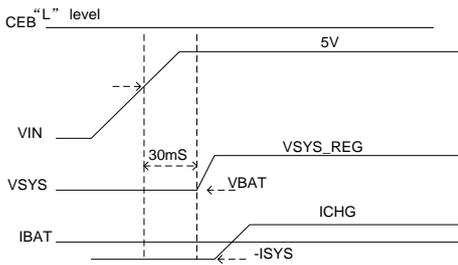
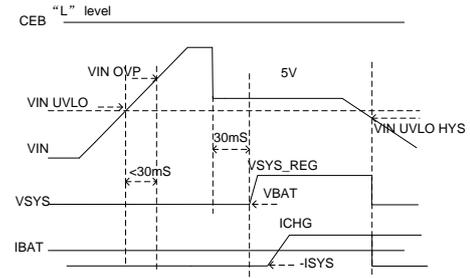

图5 VIN 启动波形
图6 VIN 过压 OVP 和欠压 UVP 保护
IP2302 可承受高达 9V 的输入浪涌电压，IP2302 集成了输入过压 (OV) 和欠压 (UV) 保护功能，为了确保系统的正常功能和保护电池，当输入电压大于 OV 阈值或小于 UV 阈值时，充电停止且 AFET 关闭，状态寄存器会指示适配器不存在，STAT 引脚会指示适配器不存在，输入电压小于 OV 阈值且大于 UV 阈值且持续时间超过 30ms 时，输入源被 IP2302 判断为正常输入，状态寄存器和 STAT 引脚会指示输入存在信号。VIN 输入启动时序图如下图 5 所示，VIN 输入过压欠压保护时序图如下图 6 所示。